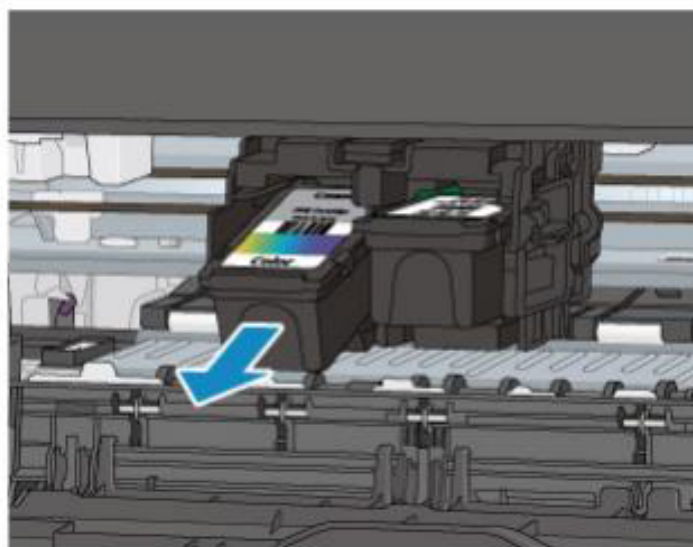

Рисунок 2.37 – Третій етап заміни картриджа
- Вийміть пустий картридж, для цього натисніть картридж до упору (до клацання) як показано на рисунку 2.36 і витягніть картридж на себе (рисунок 2.37)